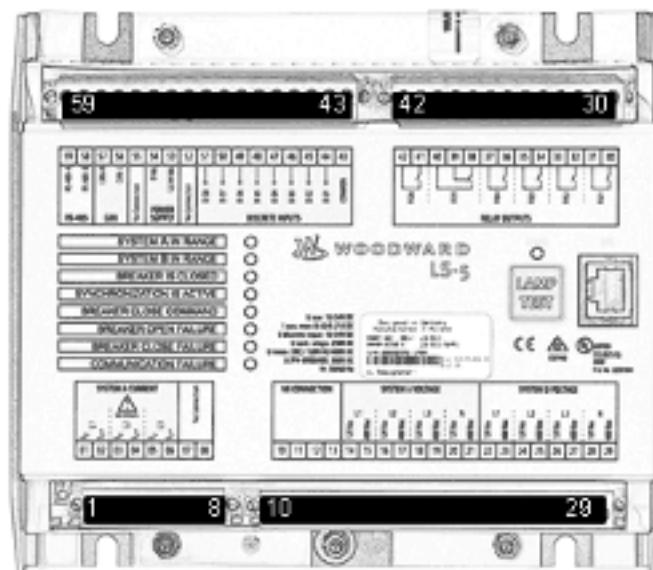

Abb. 20: Blechgehäuse
- Blechgehäuse - dargestellt in Abb. 20